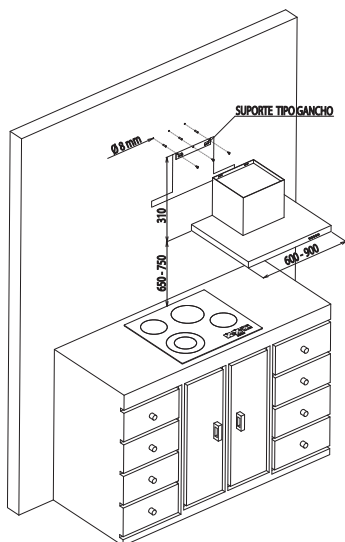

Fig. 19
- Marque a distância/altura entre o cooktop ou fogão e o nível inferior da coifa, dependendo do modelo conforme Fig.19, 20, 21, 22, 23 e 24.
Fure as posições marcadas com uma broca de Ø8 mm e fixe o suporte tipo gancho usando as buchas e parafusos que acompanham o produto [Fig.19, 20, 21, 22, 23 e 24].